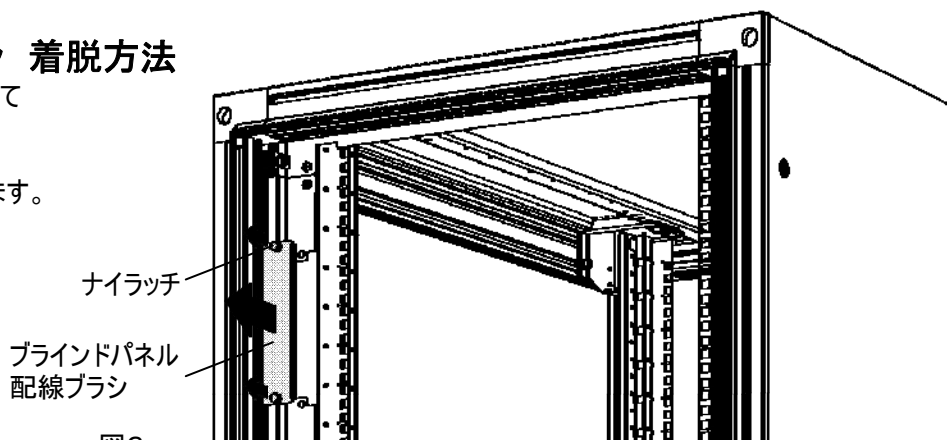

図3
- ・ナイラッチを外してから、手前に引いて取外してください。(図3)